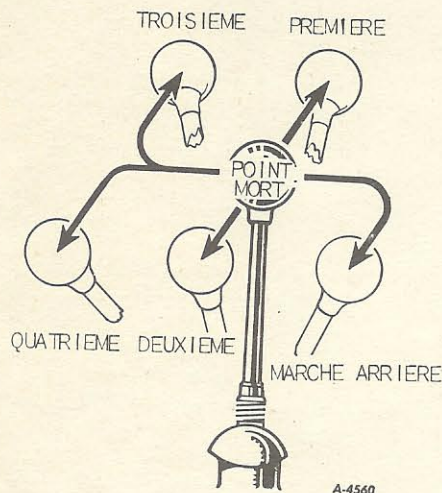

Figure 6 - Différentes positions du levier des vitesses.
Les figures de ce livret correspondent avec les numéros des pages sur lesquelles elles se trouvent. par exemple les figures 6 et 6A sont placées à la page 6.
Ce levier sert à sélectionner le rapport désiré de démultiplication de la transmission. Il y a quatre (4) vitesses avant et une (1) marche arrière, voir figure 6.
1. Placez le levier de vitesses au point mort, *figure 6.*